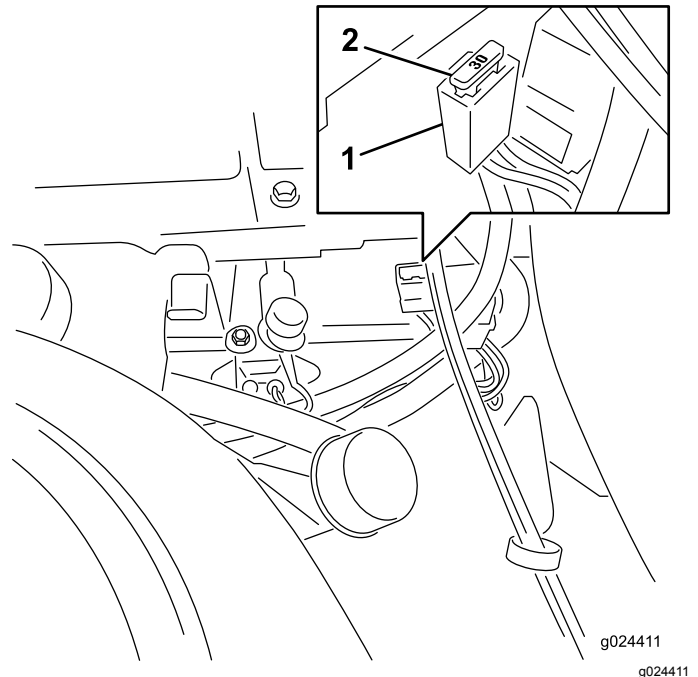

Figura 54
**Nota:** Los fusibles están situados en la consola de la derecha, junto al asiento (Figura 54).
1. Para cambiar el fusible principal, agarre el fusible y retírelo del bloque de fusibles en línea recta (Figura 54).
4. Alinee el fusible nuevo con la ranura del bloque de fusibles (Figura 54).
5. Inserte el fusible a presión en el bloque de fusibles hasta que esté correctamente asentado (Figura 54).